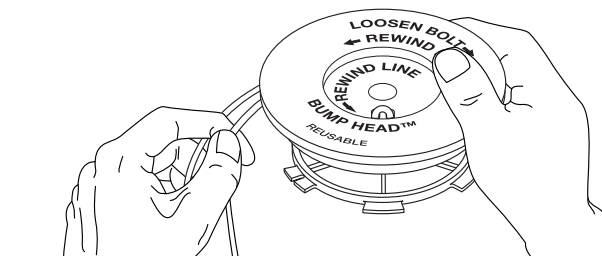

Fig. 31
7. Enroulez les fils en couches uniformes serrées sur le moulinet (Fig. 31). Enroulez le fil dans le sens indiqué sur le moulinet intérieur. Placez votre index entre les deux fils pour les empêcher de se superposer. Ne superposez pas les extrémités du fil. Passez à l'étape 11.